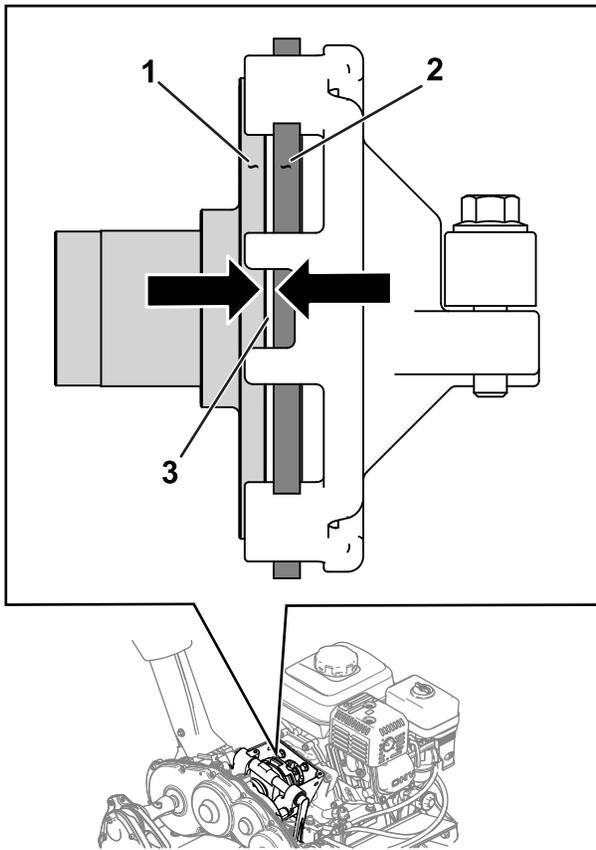

Figure 35
2. Desserrez les écrous de blocage et réglez le câble de commande de déplacement (Figure 34) de manière à laisser un jeu de 1,1 mm entre le disque de friction et le plateau de pression (Figure 35).